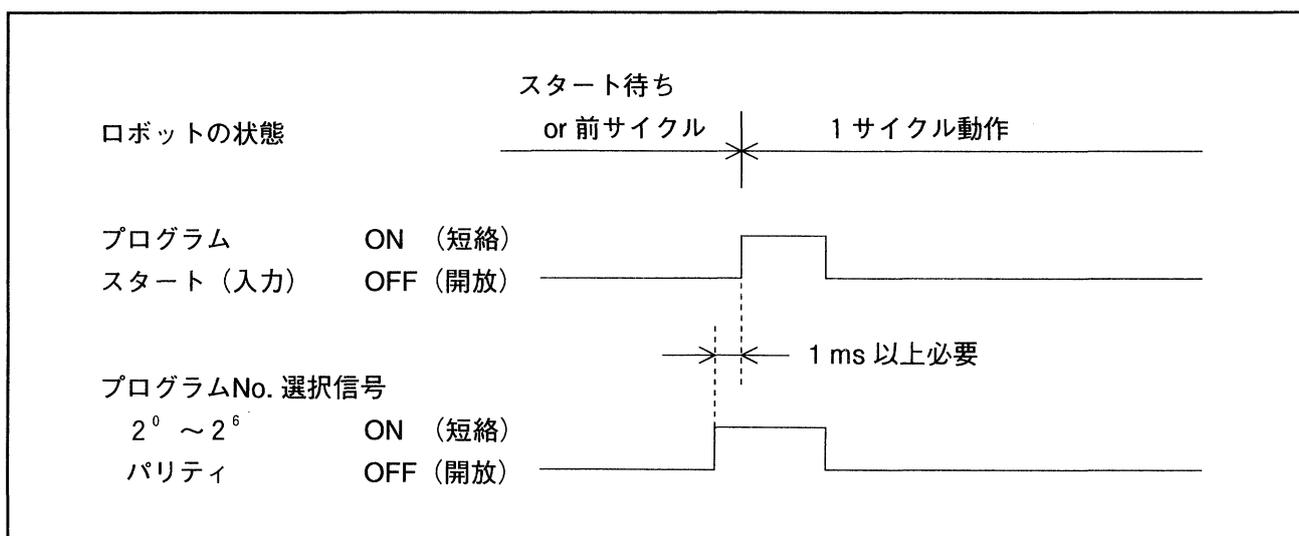

図5-25 プログラム No. 選択信号
(3) 入力条件と動作
- ①プログラムNo.選択信号は次ページの表5-5に示すように $2^0 \sim 2^6$ とパリティビットの8ビットで構成されます。
- ②十進のプログラムNo.を二進の $2^0 \sim 2^6$ とパリティビットに変えて入力します。
- ③短絡はビット値=1、開放はビット値=0を表し、パリティビットは奇数パリティです。
- ④プログラムNo.選択信号は図5-25に示すようにプログラムスタートより必ず先(1ms以上)に入力し、ロボットがスタートするまで、状態を維持してください。